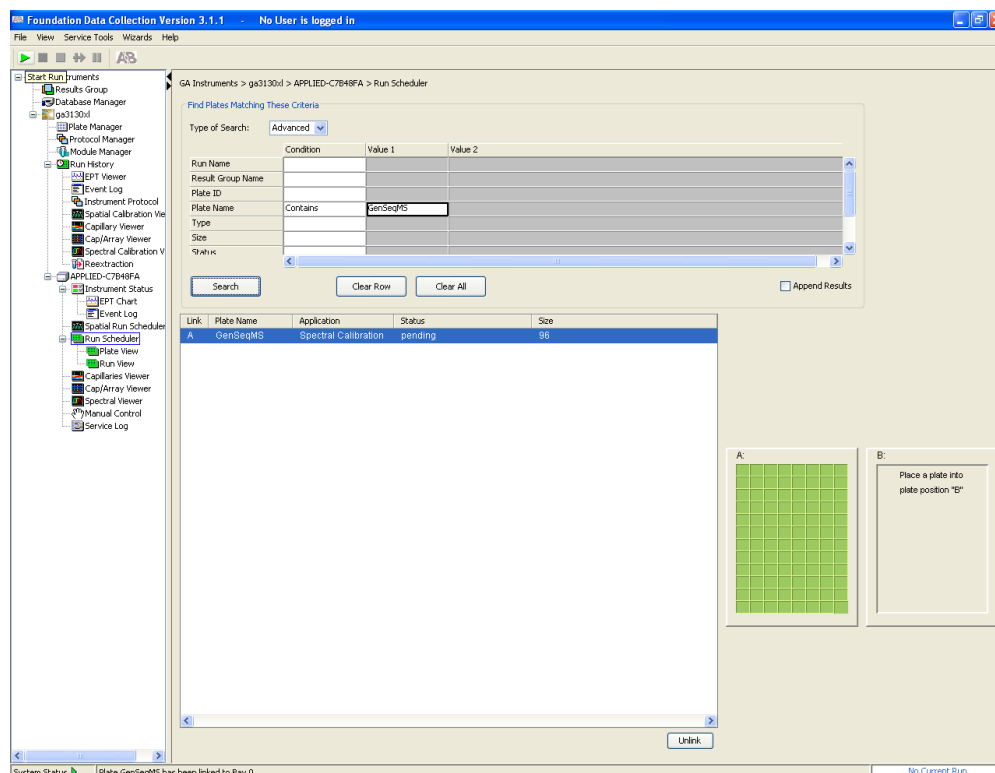

Рисунок 17 – Запуск программы спектральной калибровки GenSeqMS.
15. Запустить спектральную калибровку (рисунок 17).